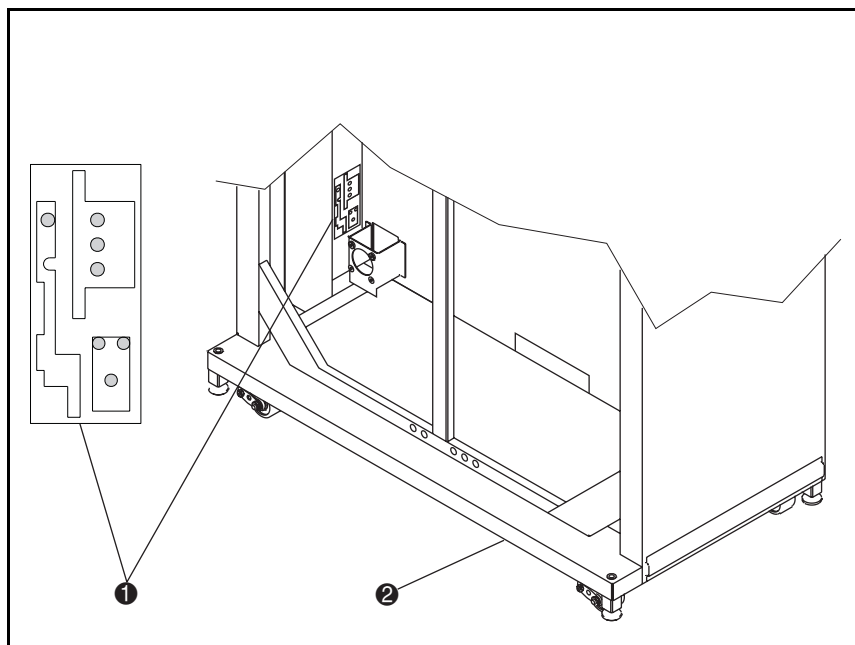

Figure 4-21. Stockage des fixations de transport
1. À l'aide des vis de la pince, des fixations horizontale et verticale, fixez les fixations de transport à l'intérieur de la librairie de sauvegarde sur cartouches comme le montre la Figure 4-21 (voir Tableau 4-8).